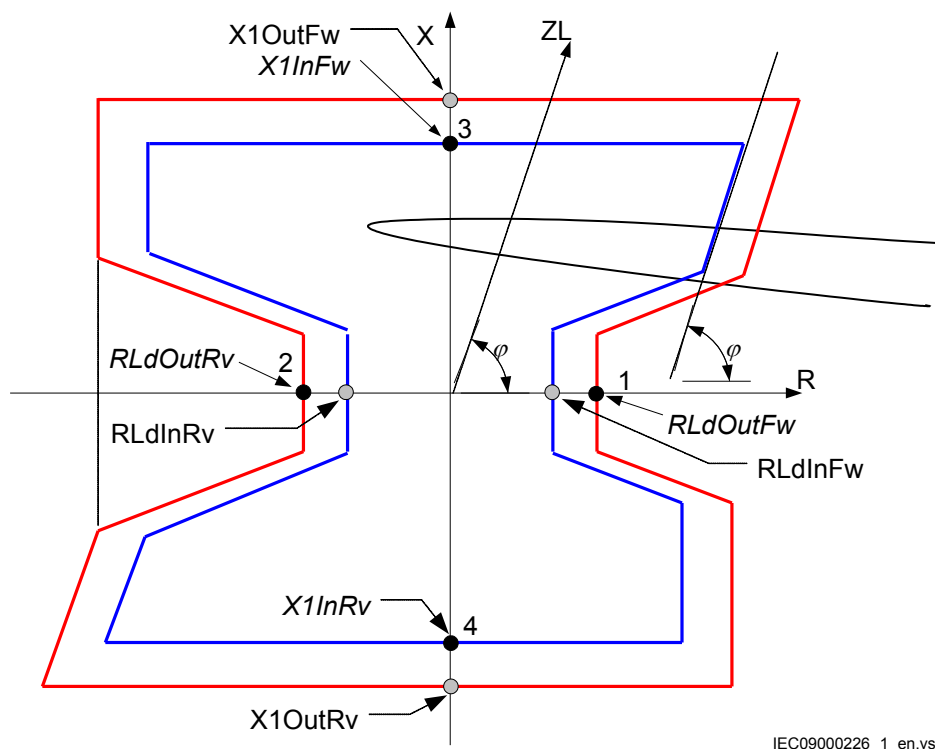

Figure 65: *Principe de fonctionnement et caractéristiques de la fonction de détection des pompages (paramètres de réglage en italique)*
3. Effectuer les raccordements et les réglages nécessaires de l'appareil d'essai pour l'essai du point 1, conformément à la figure 65.
6. Procéder aux modifications de réglage nécessaires dans le dispositif d'essai et répéter les étapes 4 et 5 pour les points 2, 3 et 4, conformément à la figure 65.